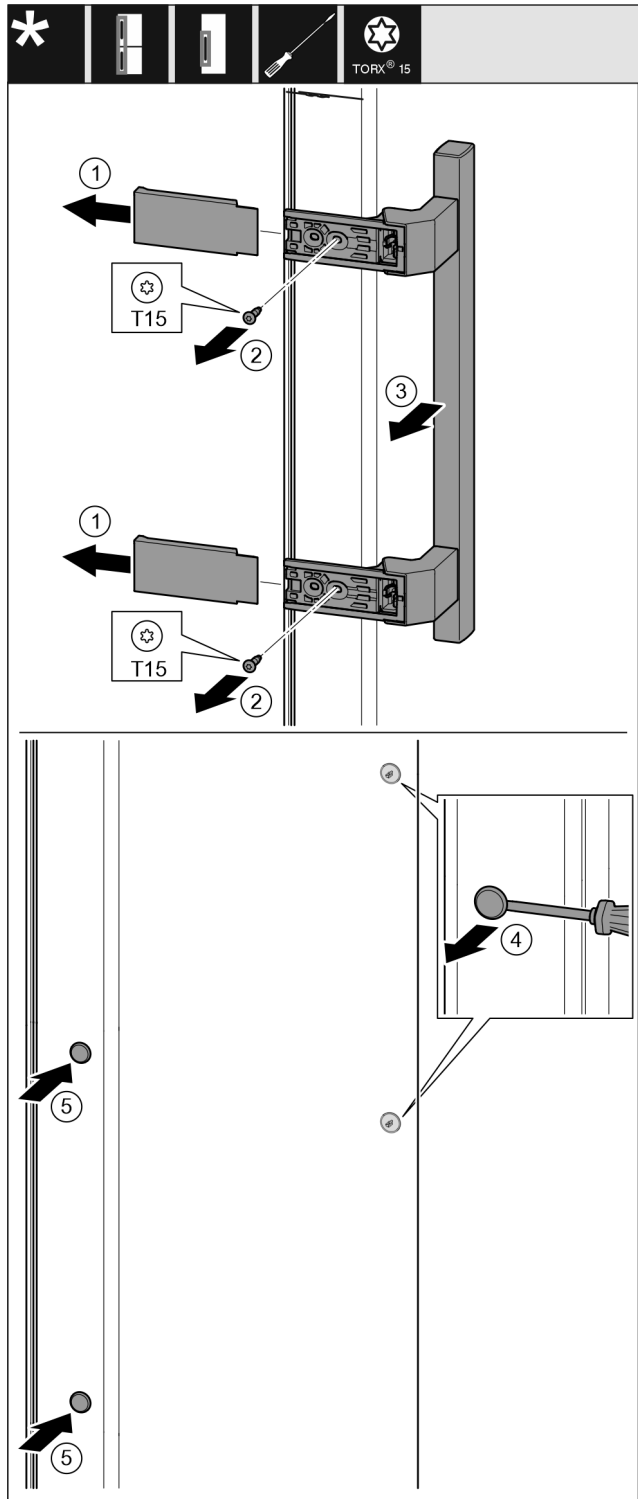

Fig. 28
- Зніміть кришку. Fig. 28 (1)
- Викрутіть гвинти за допомогою викрутки T15. Fig. 28 (2)
- Зніміть ручку. Fig. 28 (3)
- За допомогою шліцевої викрутки обережно підійміть бокову пробку та витягніть її. Fig. 28 (4)
- Знову вставте пробку з іншого боку. Fig. 28 (5)